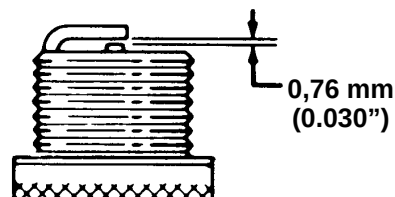

Abbildung 30
3. Den Elektrodenabstand an der Zündkerze auf 0,76 mm (0.030") einstellen (Abb. 30).